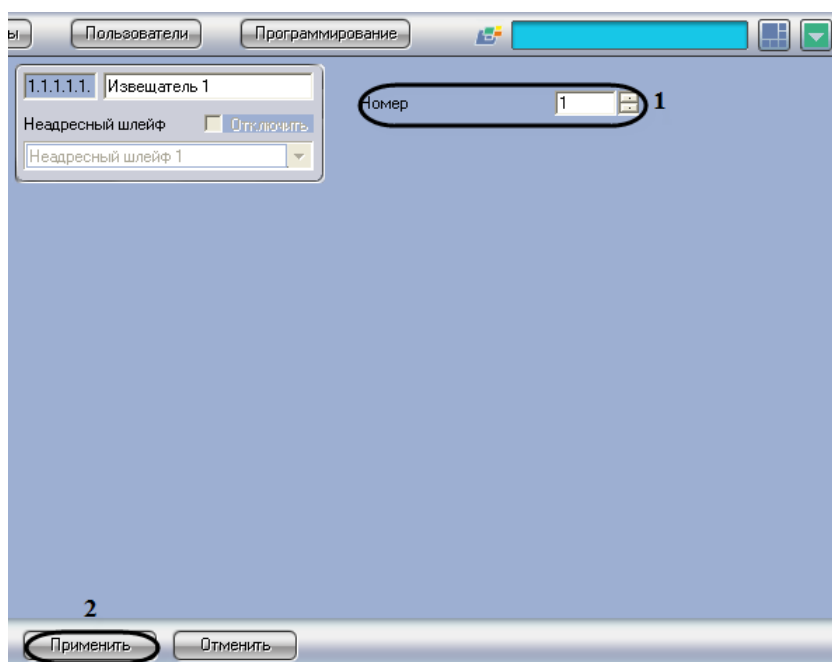

Рис. 3.6—4 Панель настроек объекта Извещатель
2. В поле **Номер** необходимо с помощью кнопок **вверх-вниз** ввести порядковый номер в списке устройств (см. Рис. 3.6—4, 1).
3. Для сохранения внесенных изменений необходимо нажать кнопку **Применить** (см. Рис. 3.6—4, 2).